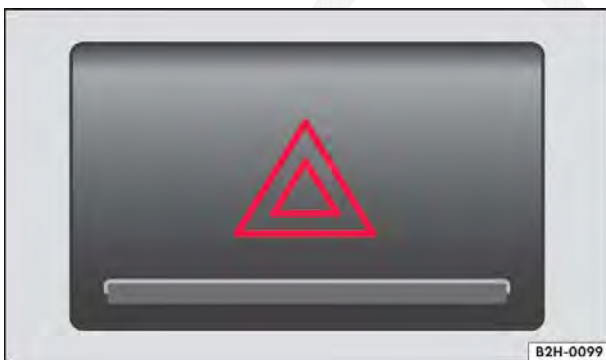

Fig. 144 No centro do painel de instrumentos: botão para ligar e desligar as luzes de advertência.
2. Ligar as luzes de advertência com o botão  ⇒ Fig. 144.